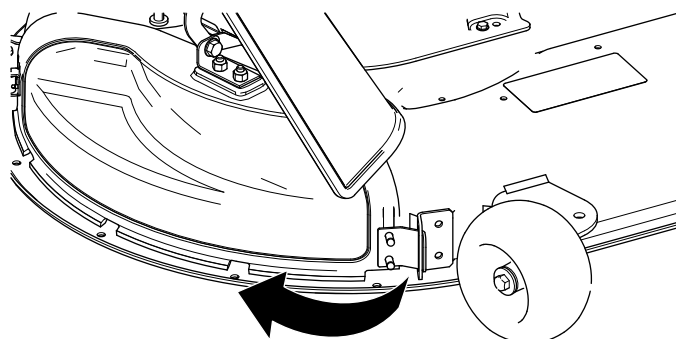

Figuur 14
3. Buig het metalen lipje van de afvoerafsluiter in de sleuf in de beugel die is gelast aan het maaidek (**Figuur 14**).